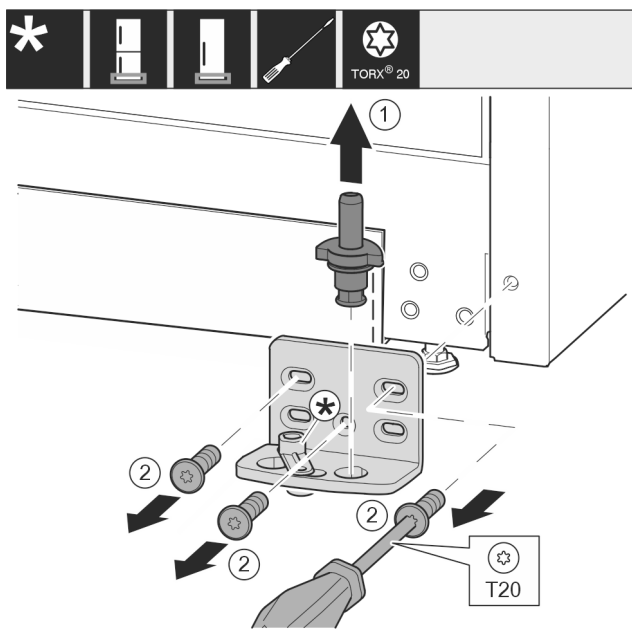

Fig. 13
- ▶ Extraiga el perno de cojinete completo hacia arriba. Fig. 13 (1)
- ▶ Desenrosque los tornillos con el destornillador T20 y retire el soporte de cojinete. Fig. 13 (2)